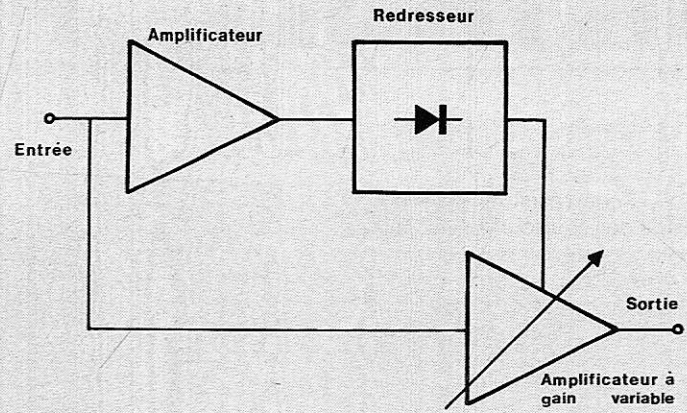

Figure 2 : Principe de fonctionnement du HM30
2. Présentation du HM30 : figure 2.
La figure 2 constitue un trop bref rappel de ce qu'est une onde sonore (cas d'une onde sinusoïdale).
— **Aspect spatial** : C'est cet aspect-là qui est présent dans les courbes des figures 2, 3 et 4. En effet, imaginons, maintenant, un instantané photographique qui nous permettrait de visualiser directement la pression, en chacun des points répartis, le long d'une fine colonne d'air, ceci correspond à la demi-droite Ox par exemple (figure 2). Dans ces conditions, la vérité nous « sauterait aux yeux », à savoir : En un instant déterminé, l'état vibratoire en un point dépend de la localisation de ce point. En revanche, deux points distants d'une longueur λ (lambda, la longueur d'onde), sont dans le même état vibratoire (un maximum de pression par exemple).
Des instantanés successifs nous feraient apparaître une progression de ces courbes le long des Ox (voir courbe en pointillés en l'instant $t_2 > t_1$ de la figure 2). Nous savons, qu'en effet, il y a propagation à la vitesse $v = 340$ m/s environ.
Figure 2 : Exemple d'un aspect instantané d'une onde sonore (de très faibles variations de la pression de l'air autour des 76 cm de mercure). La courbe ci-dessus s'amortit quand X croît mais, localement, on considère que celle-ci est une sinusoïde parfaite.